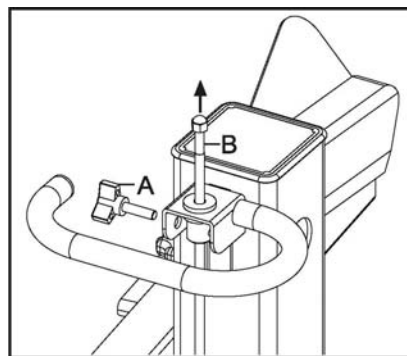

Fig.13
1. Regolare il cuneo di taglio verso la posizione voluta. La posizione superiore della corsa del cuneo dovrebbe essere circa 3~5cm sopra i ceppi da spaccare (Fig.13).
3. Rilasciare la vite di fissaggio (A) con la chiave L. Sollevare la barra di regolazione (B) fino alla barra di regolazione (B): inizia a fermarsi per mezzo della molla all'interno. Stringere la vite di regolazione (A).